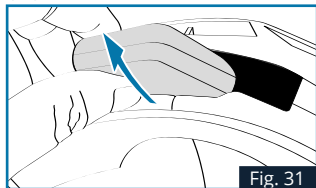

Fig. 31
2. Retirer le PAD de polystyrène Blanc dans l'espace prévue à l'arrière du casque Fig.31